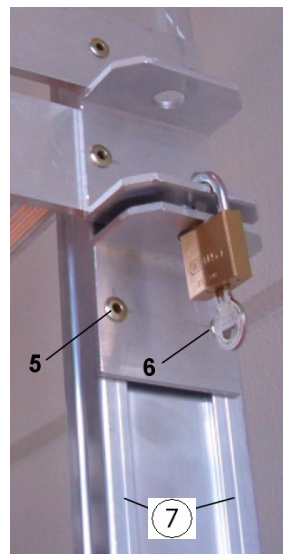

Figure 4
- D'abord fermer le système de fermeture de crinoline pour définir la hauteur du profil d'angle (figure 4).